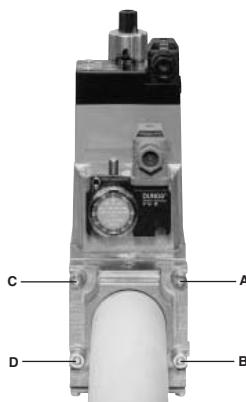
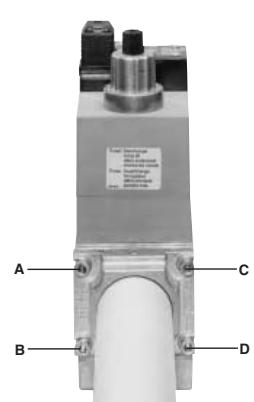

Рис. 9
Рис. 10
3. Затянуть винты A, B, C и D (Рис. 9 - Рис. 10), (Рис. 12), соблюдая дистанции монтажа (Рис. 12);
1. Расслабить винты А и В, но **не снимать** их (Рис. 9 и Рис. 10)
2. Отвинтить винты С и D (Рис. 9 и Рис. 10)